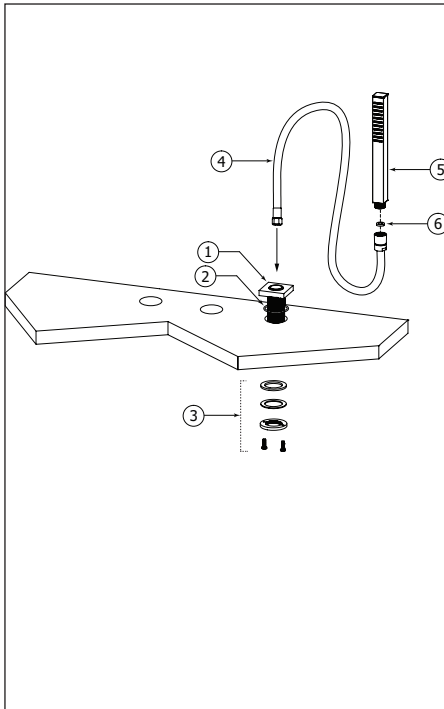

Fig.4
Insert the base of the handshower (1) into the hole with O ring (2). Secure the base using the retaining assembly (3). Place the washer (6) and connect the handshower hose (4) to the handshower (5). Fig. 4.
Insérer la base de la douchette (1) dans le trou avec joint torique (2). Fixer la base avec l'ensemble de retenue (3). Placer la rondelle (6) et connecter le boyau de douchette (4) à la douchette (5). Fig 4.